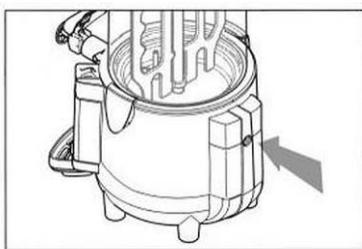

Рис. 3
5. Нажать с помощью соответствующего инструмента кнопку reset (рис. 3).